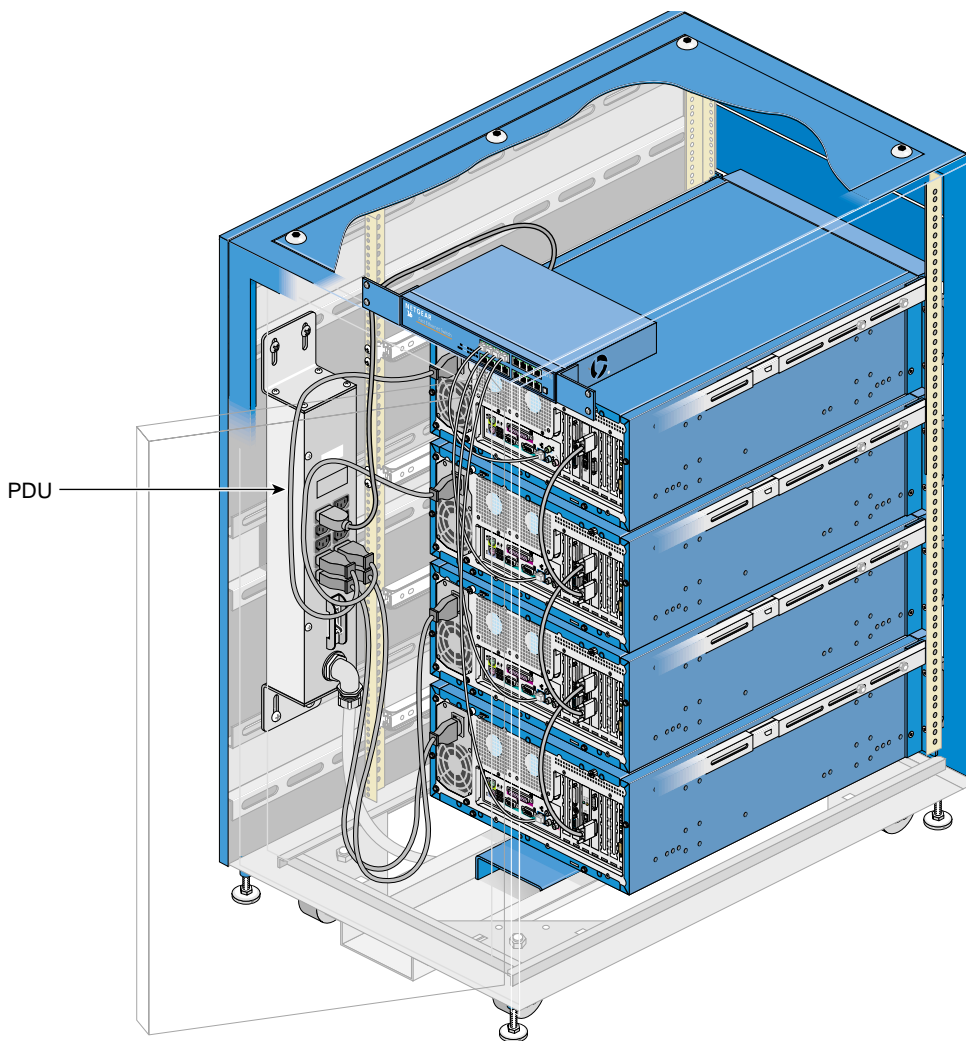

図 4-18 ノードの AC 電源ケーブルの接続
2. ノードの電源ケーブルをラックの PDU に取り付けます (図 4-18 を参照)。